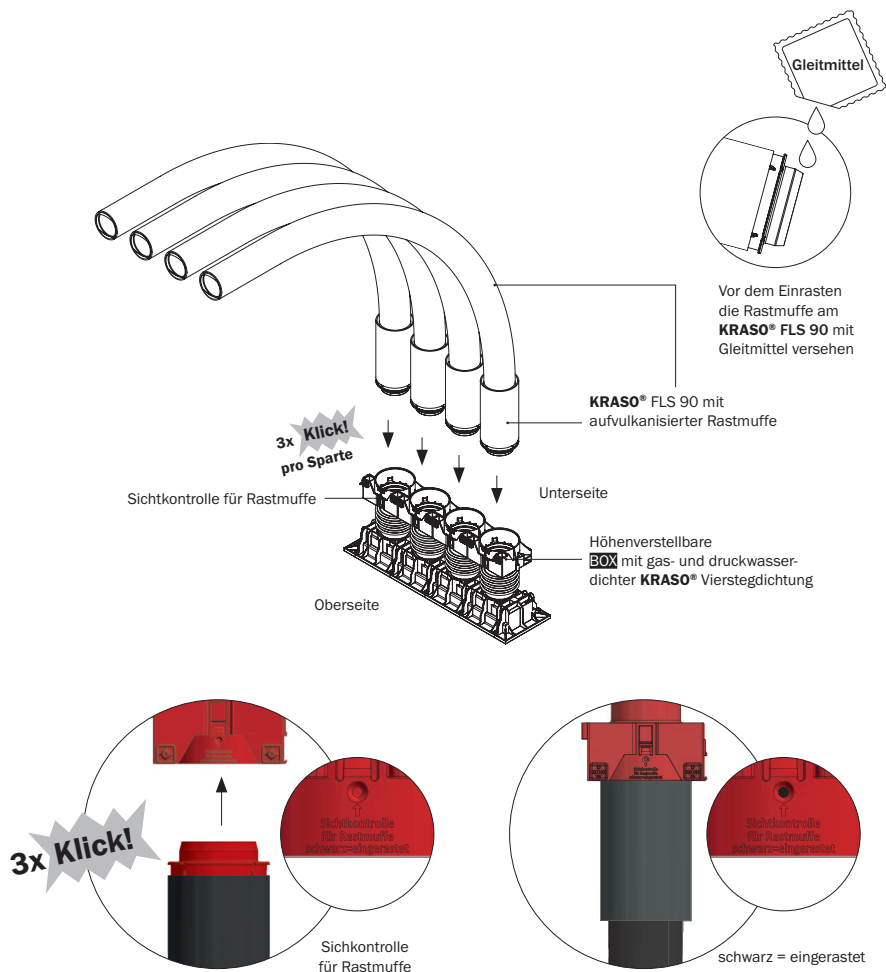

Abbildung 5.1: Anschluss KRASO® FLS 90
5. Anschluss KRASO® FLS 90 (s. Abbildung 5.1)